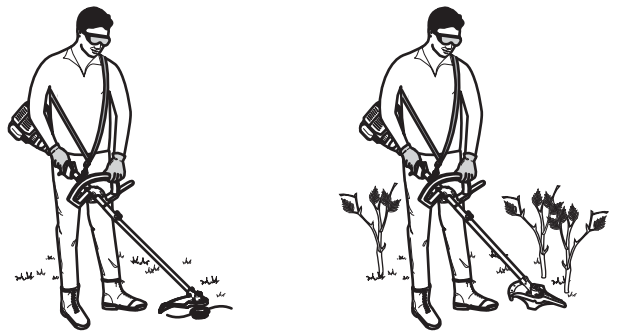

Fig. 21
- Placez-vous en position d'utilisation (Fig. 21). Tenez-vous bien droit. Ne vous penchez pas.